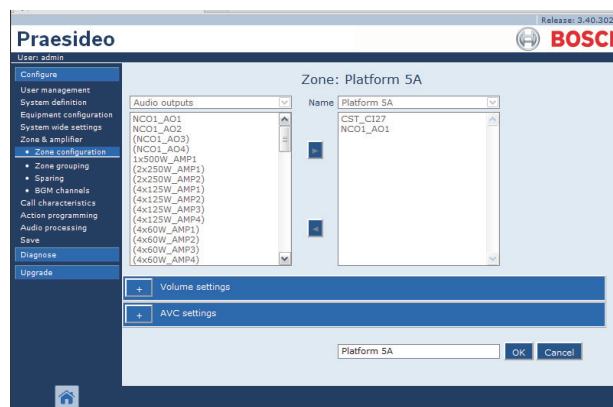

figura 46.8: Alterar o nome de uma zona, passo 3
- 3 Clique no botão *Rename* para alterar o nome dessa zona. Aparece um ecrã semelhante ao da figura 46.8.